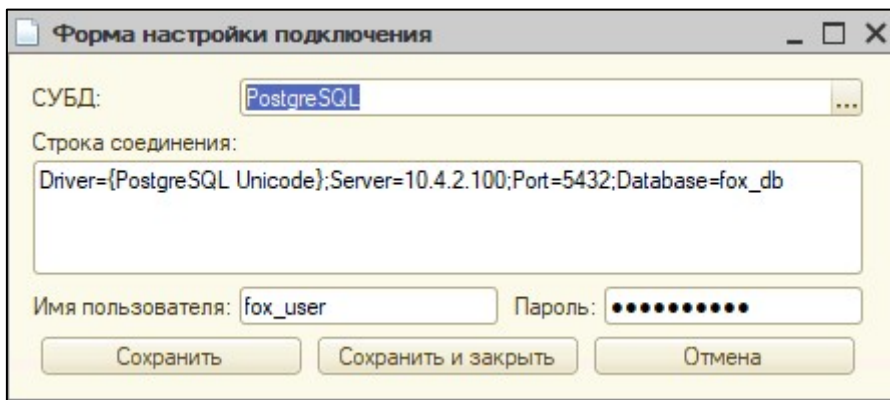

Рисунок 3 – Пример заполнения формы для настройки подключения к базе данных fox_db
- «Строка соединения» (указывается адрес сервера, порт, имя пользователя и пароль, формат строки см. Рисунок 3);